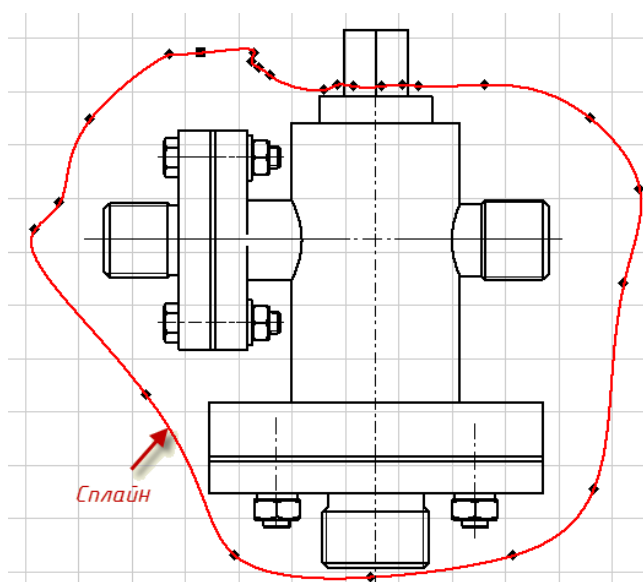

Рис. 3.87. Создание сплайна
- Выбрав команду  **Сплайн** создайте замкнутый контур похожий на рис. 3.87.